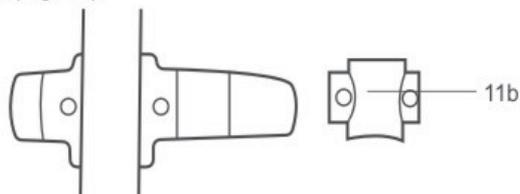

Fig. 10
1. Mettre en place la partie supérieure (11a), puis placer la partie inférieure (11b) sur la partie supérieure (Fig. 10).